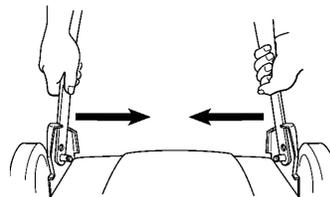

Abbildung 27
1. Den rechten unteren Griffstangenteil hereindrücken, bis die Griffstange hinter die Anschläge an den Griffstangenhaltebügeln rutscht (Abb. 27).